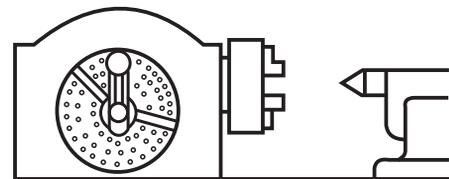

Fig. 2
- a) Monte la fresa frontal de dos cortes de diámetro: 1 1/4". (Fig. 2).